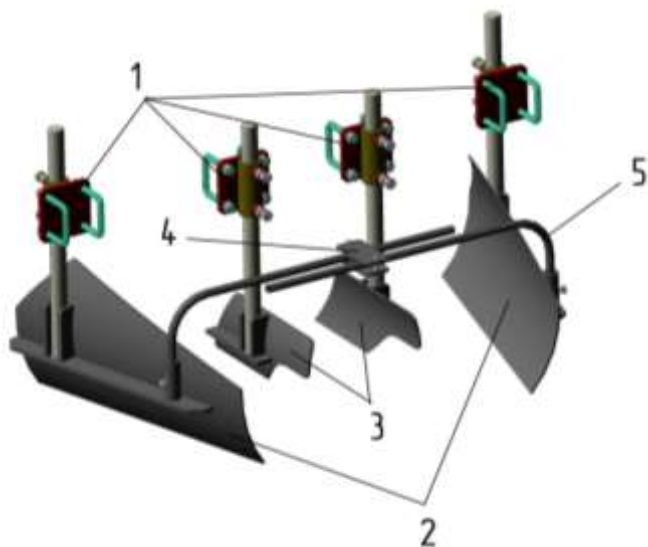

Рисунок 6 – Отвалы
– Количество грунта для гряды определяется опытным путем и формируется положением отвалов (рисунок 6) в передней части укладчика. Ширину отвалов регулируют путем их перемещения по передней балке рамы. Количество грунта регулируется заглублением отвалов и их поворотом. Для фиксации угла поворота отвалов предусмотрен замок.